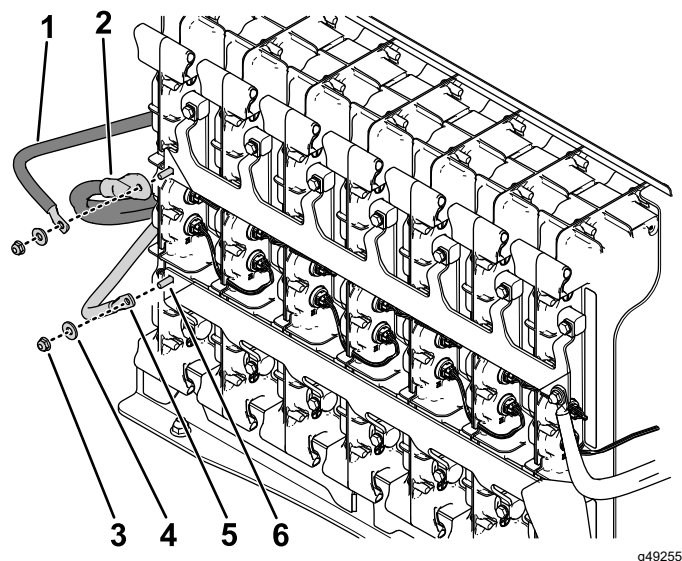

Figure 6
- Avec 2 boulons de carrosserie ($\frac{1}{4}$ "), rondelles ($\frac{1}{4}$ ") et 2 contre-écrous, connectez les câbles de batteries rouges et noirs aux barres omnibus sur le support de batteries arrière, comme montré à la Figure 6.
Remarque: Le câble de batterie noir du kit s'installe par-dessus le câble de batterie noir existant sur la machine, comme montré à la Figure 6.